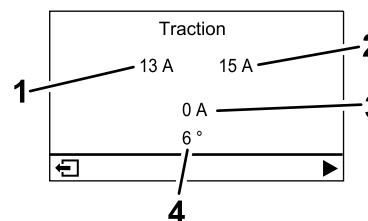

Bild 19
- **Fahrmotorbildschirm (Bild 19):** Zeigt den aktuellen Lenkwinkel und den Amperewert für jeden Fahrmotor an.